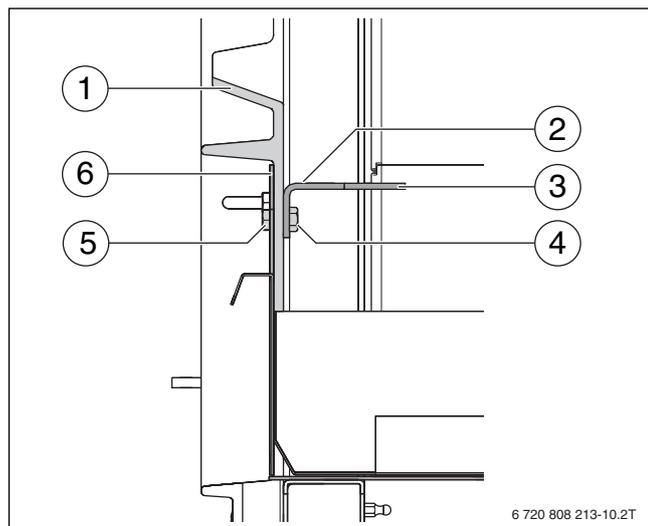
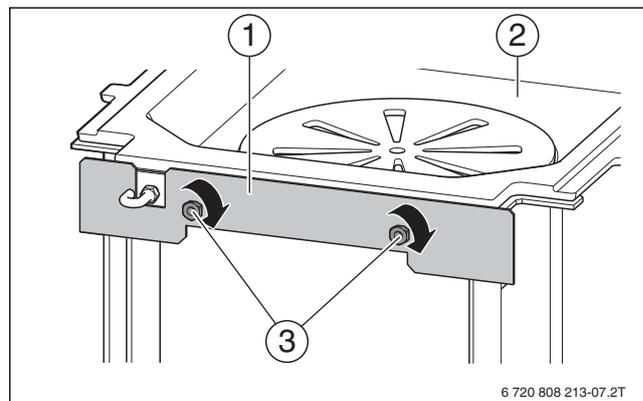

Bild 20 Blende von außen montieren
Bild 21 Blende von außen an der Vorderplatte verschrauben
- ▶ Blende (→ Bild 20, [6], Bild 21, [1]) von außen gegen die Vorderplatte halten.
- ▶ Sechskantschrauben (→ Bild 20, [5], Bild 21, [3]) von außen durch die Blende [6] und die Vorderplatte [1] schieben.
- ▶ Rostauflegeblech (→ Bild 20, [3]) von innen gegen die Vorderplatte halten. Sechskantschrauben [5] in die angeschweißten Muttern [4] des Rostauflegeblechs eindrehen.
- ▶ Rostauflage (→ Bild 21, [2]) mit den Führungsrippeln nach vorne in den Heizeinsatz einlegen.
- ▶ Darauf achten, dass die Führungsrippel in die Langlöcher (→ Bild 20, [2]) des Rostauflegeblechs [3] greifen.
- ▶ Sechskantschrauben festziehen (→ Bild 21, [3]).